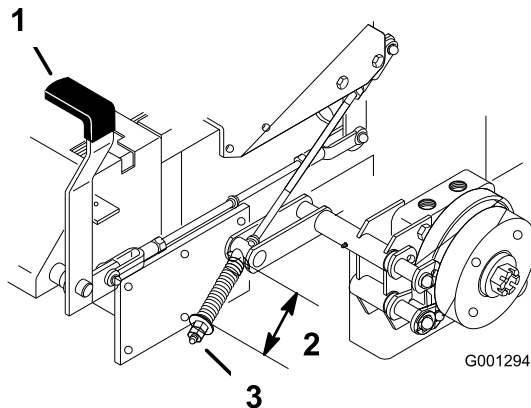

Bild 62
2. Messen Sie die Länge der Feder. Der Abstand zwischen den Scheiben sollte 64 mm betragen (Bild 62).
3. Falls Sie eine Einstellung vornehmen müssen, lockern Sie die Klemmmutter unterhalb der Feder und ziehen Sie die Mutter direkt unter dem Joch an (Bild 62). Drehen Sie die Mutter, bis Sie den korrekten Messwert erhalten. Drehen Sie die Muttern nach rechts, um die Federlänge zu verkürzen und nach links, um die Federlänge zu erhöhen.